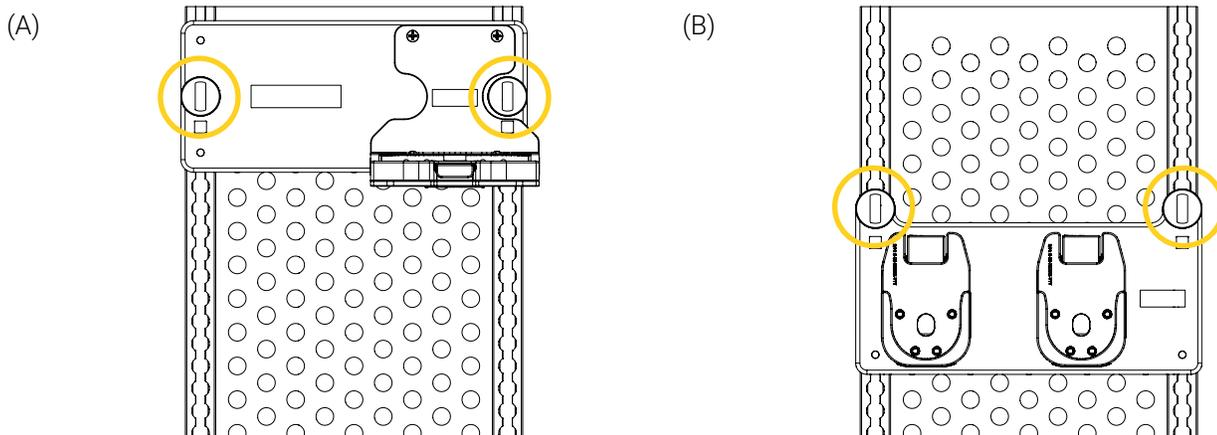

Figure 10: Verrous rotatifs
2. Localiser les verrous rotatifs de chaque côté du système de support (Figure 10).